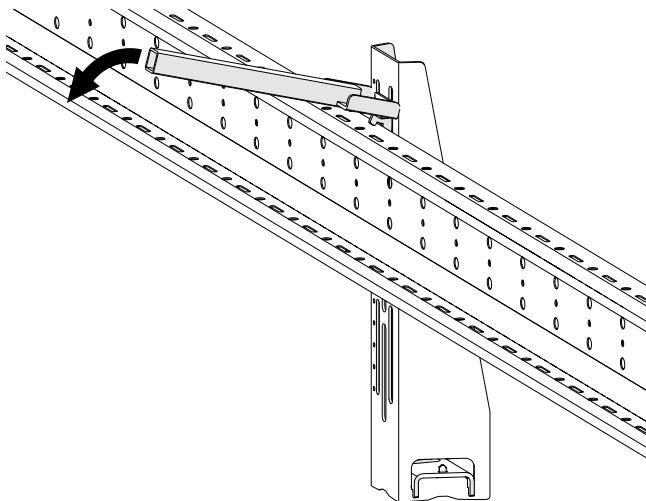

Abb. 24: Die Haltenasen des Systemhalters herunterdrücken
3. Nach endgültiger Positionierung der Tragprofilschienen die Haltenasen mit dem Verriegelungswerkzeug (Bestell-Nr.: 08-V015-0458) ganz nach unten drücken (siehe Abb. 24 und Abb. 25).